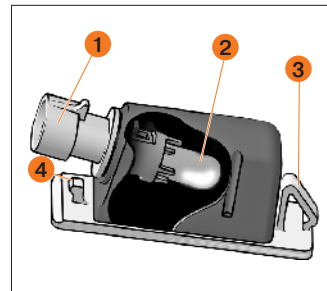

Рис. 84. Фонарь освещения номерного знака
Для замены лампы в **фонаре освещения номерного знака** снимите его с автомобиля. В посадочном гнезде фонарь удерживается пружинной защелкой **3** и фиксатором **4** (рис. 84).
- воздействуя с левой стороны фонаря, например, лезвием ключа выключателя зажигания, аккуратно сдвиньте его вправо и выведите фиксатор **4** из зацепления (рис. 84);
- воздействуя на пружинную защелку **3** с правой стороны фонаря лезвием ключа, аккуратно сдвиньте его влево и выведите фонарь из посадочного места (рис. 84);
- повернув патрон **1** (рис. 84) против часовой стрелки, выньте его в сборе с лампой из корпуса фонаря и извлеките лампу **2** (рис. 84), потянув ее на себя.